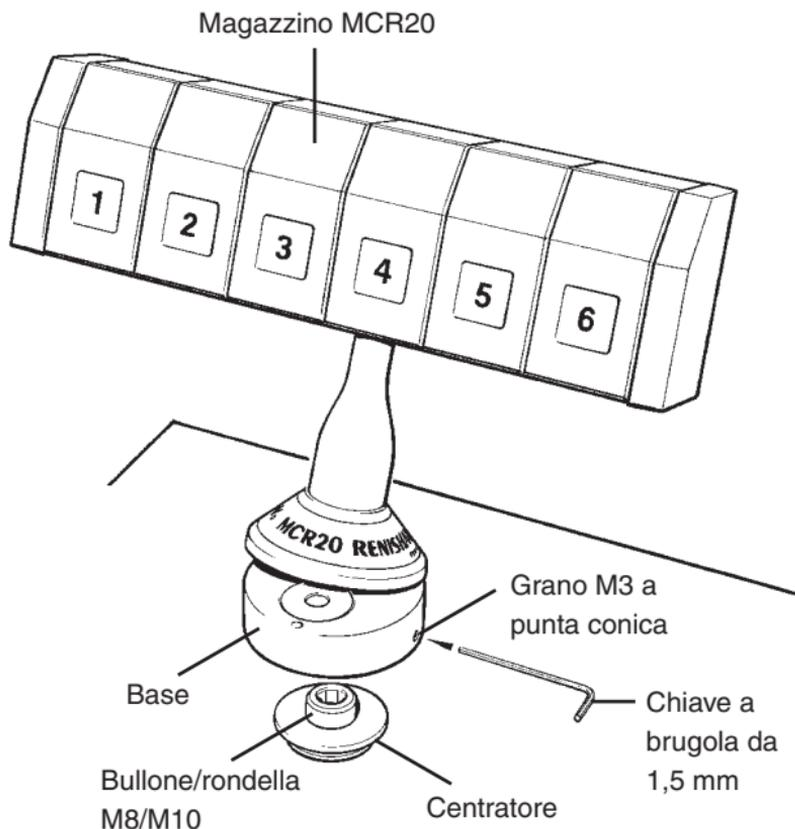

Fig. 7 - Montaggio del magazzino MCR20 su macchina
Per il montaggio del magazzino MCR20 di cambio dei moduli sonda sulla macchina di rilevamento a coordinate, procedere come segue (vedi Fig. 7):
3. Usando la chiave a brugola da 1,5 mm in dotazione, svitare completamente il grano M3 a punta conica incorporato nella base del magazzino MCR20 (vedi Fig. 7 per l'esatta posizione del grano).